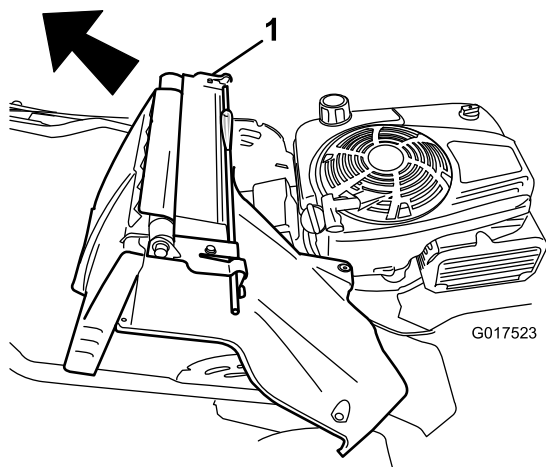

Figura 33
7. Retire el deflector trasero y la palanca de bloqueo del manillar (Figura 33).